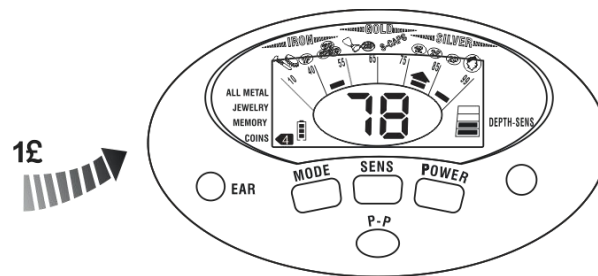

Fig.15
- e) Le détecteur répondra de la même façon que le mode ALL METAL si vous balayez tous les autres types d'échantillons (voir Fig.15, il faut 1 £ par exemple)